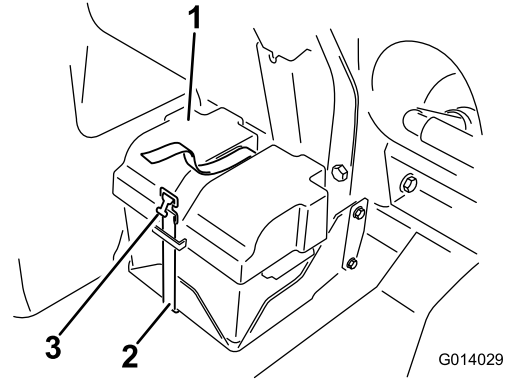
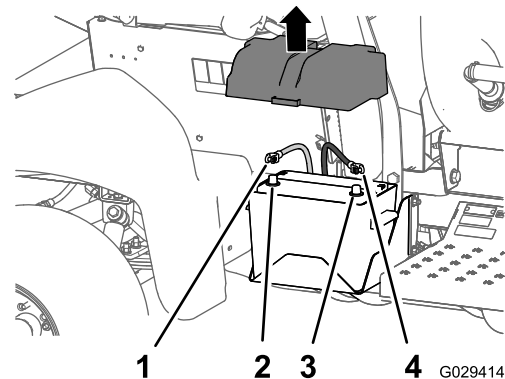

Bild 1
Bild 2
4. Nehmen Sie die Batterieabdeckung ab und trennen das Minuskabel (schwarz) vom Batteriepol ab (Bild 1 und Bild 2).
5. Klemmen Sie das Pluskabel (Rot) vom Batteriepol ab (Bild 2).